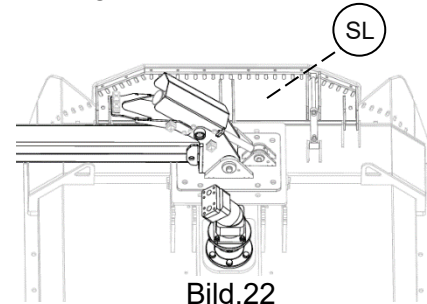

Bild.22
Maskinen är utrustad med en servicelucka (SL) som kan öppnas hydrauliskt med hjälp av traktorns dubbelverkande hydrauluttag – se Bild.22. Vid servicearbete med öppen lucka skall traktorns motor stannas och luckan säkras mekaniskt.